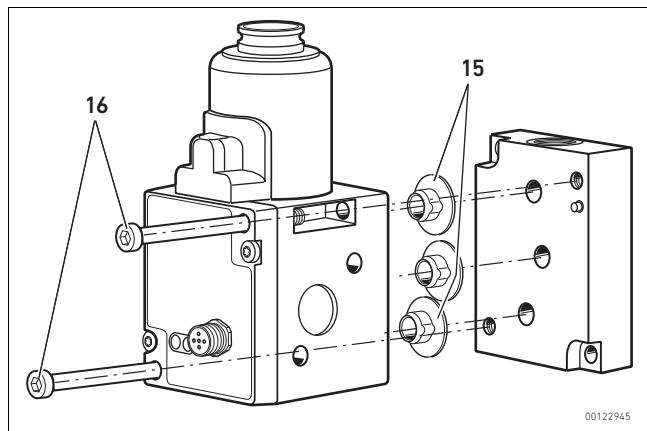

Abb. 5: Montar la válvula reguladora de presión ED05 en una placa base
3. Inserte los dos tornillos M6 x 75 (16) en los dos orificios de paso (véase fig. 5 en la página 198) y apriételos.